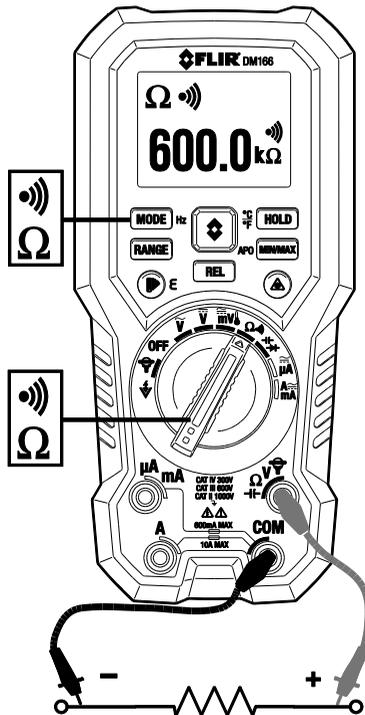

图 6-4 电阻和通断测量
1. 请参见图 6-4。将功能开关调到电阻位置。
1. 请参见图 6-4。将功能开关调到通断位置。